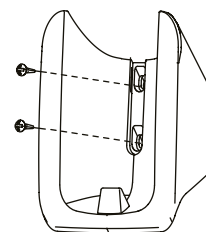

fig. 3
1) Utilizzare le viti (accessori) per fissare e fissare il supporto del telecomando in una posizione stabile (vedi "fig. 3"); Assicurati di fare riferimento a "1. Precauzioni per l'installazione" per determinare la posizione.
2) Inserire il coperchio delle viti nel coperchio del supporto sopra le viti (vedi "fig. 3");